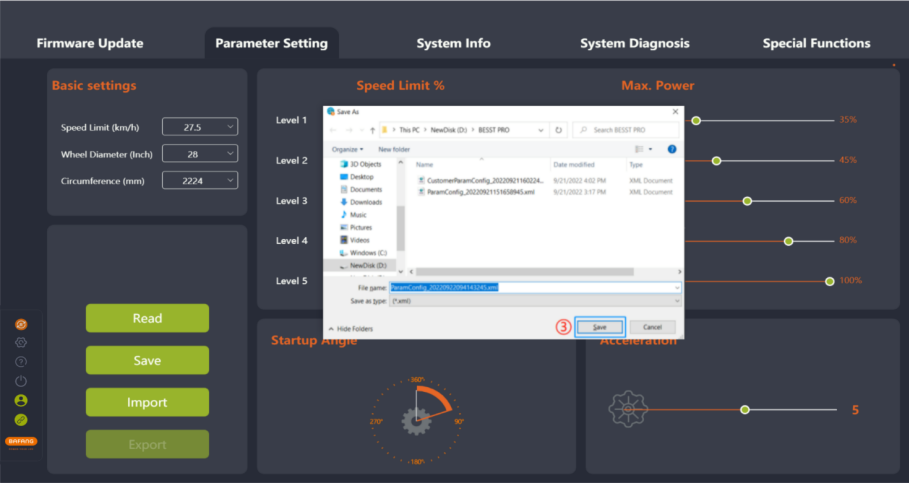

图 5-10 导出
2. 将参数界面的配置信息和控制器硬件版本号（用于导入验证）导出成参数配置文件并保存到本地，路径可自主选择，文件名可编辑，例如：ParamConfig_20220922094143245.xml（如图 5-10）。